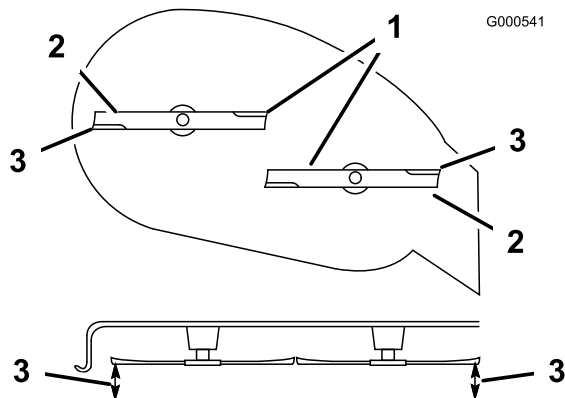

Bild 41
5. Drehen Sie die Schnittmesser vorsichtig von einer Seite zur anderen (Bild 41). Wenn beide Messwerte nicht innerhalb von 5 mm liegen, ist eine Einstellung erforderlich. Machen Sie mit diesen Schritten weiter.
6. Messen Sie den Abstand zwischen den äußeren Schnittkanten und der ebenen Oberfläche (Bild 41). Wenn beide Messwerte nicht innerhalb von 5 mm liegen, ist eine Einstellung erforderlich. Machen Sie mit diesen Schritten weiter.